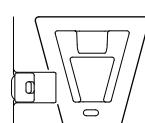

図4
- ・カメラモジュールのVエッジが下がっていると、結合できません。（図3）カメラモジュールのレコーディングモジュールリリースレバーを、押し下げてください。Vエッジが上がります。（図4）